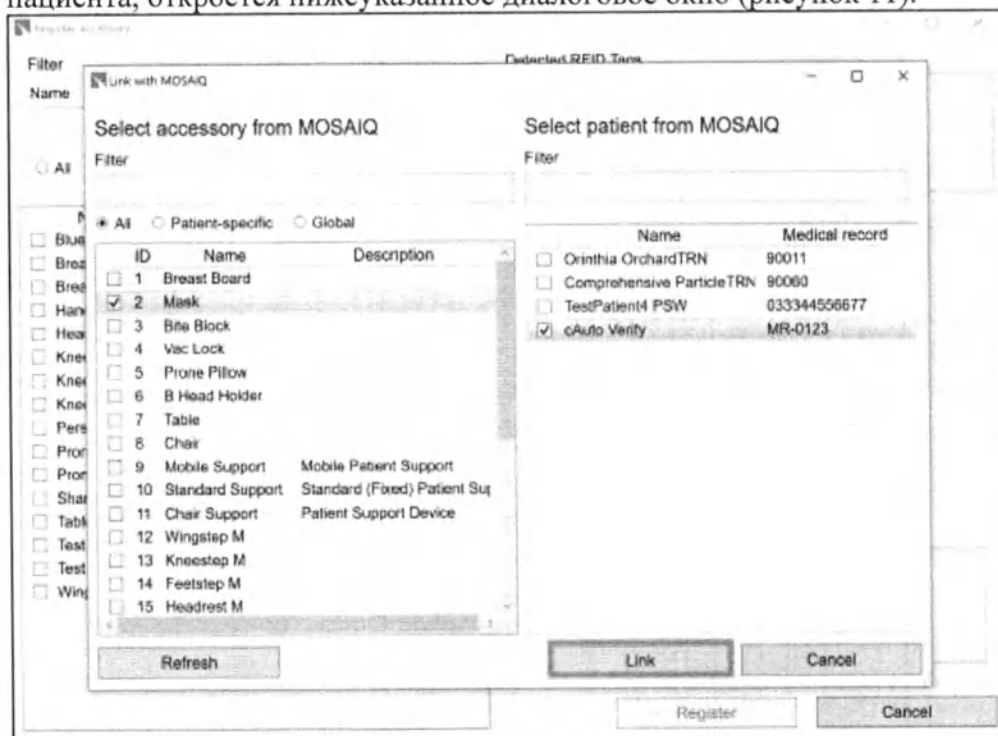

Рисунок 11. Связь с диалоговым окном MOSAIQ, для конкретного пациента.
Если принадлежность, выбранная в системе MOSAIQ, предназначена для определенного пациента, откроется нижеуказанное диалоговое окно (рисунок 11).
4. Отредактируйте соответствующую информацию. Нажав на «**Link**» (Связать), вы сможете привязать принадлежность к системе MOSAIQ, см. рисунок 10 и рисунок 11.